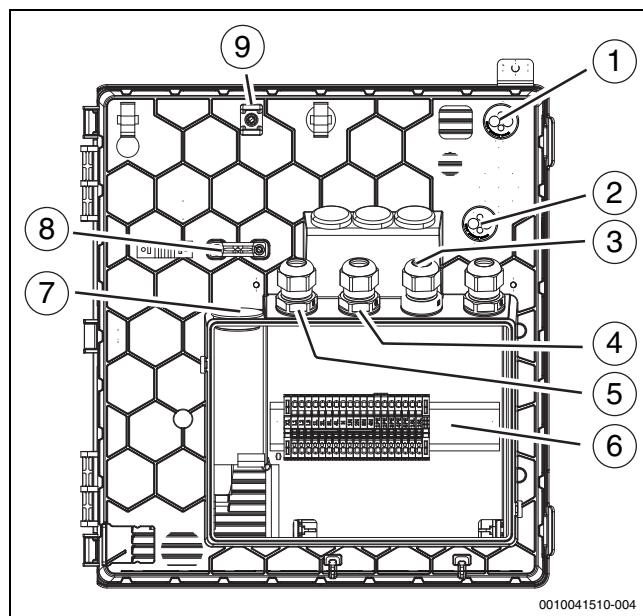

Bild 32 Kabeldurchführungen zum Klemmenkasten
Bei Kabeldurchführungen (→ Abbildung 32 [1], [2], [7]) genügt ein kleiner Einstich in die Membran, dann können die Leitungen durchgeschoben werden.
- ▶ Nach dem Einführen der Kabel die Kabelverschraubungen festziehen (→ Abbildung 32 [3], [4], [5]).
- ▶ Die festgelegten Befestigungspunkte [9] für die Befestigung der durch die Einführungen geführten Kabel verwenden (→ Abbildung 32 [1], [2]).